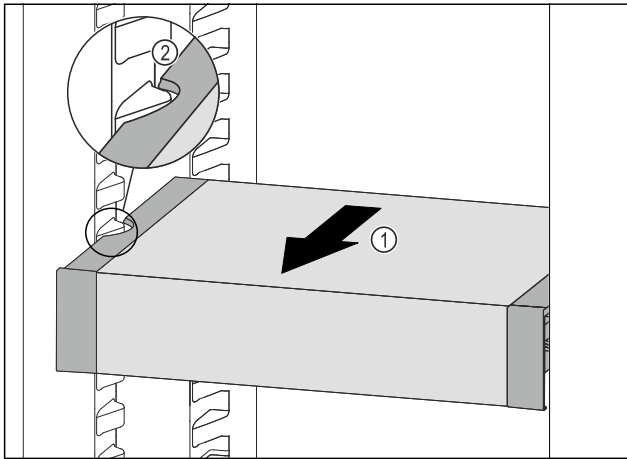

Fig. 128
- ▶ VarioSafe nach vorne ziehen Fig. 128 (1), bis sich die seitlichen Aussparungen des VarioSafes auf Höhe der Behälterrippe im Kühlteil befinden. Fig. 128 (2)